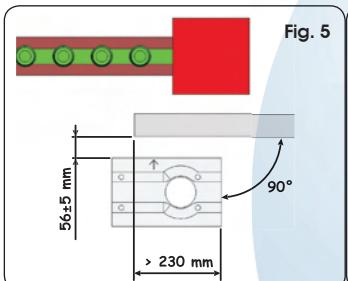
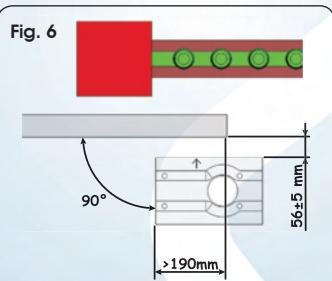

Fig. 5
Fig. 6
2. De funderingsplaat moet worden geplaatst zoals aangegeven in Fig. 5 (sluiting rechts) of Fig. 6 (sluiting links) om ervoor te zorgen dat het rondsel en de tandheugel goed in elkaar grijpen.